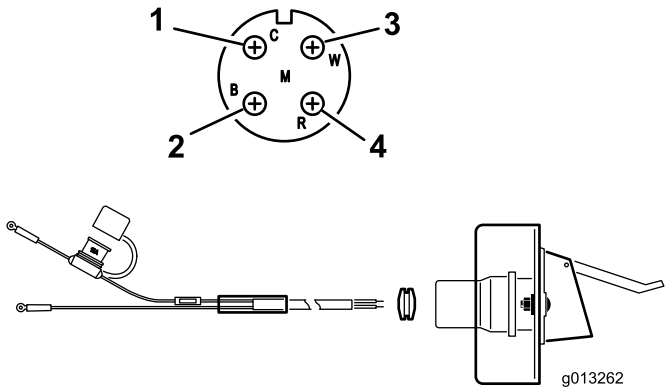

Figura 9
2. Enrute y sujete los cables eléctricos de la batería al soporte del enchufe eléctrico (Figura 9).
3. Pase los cables a través del soporte del enchufe, e instale el pasacables de goma negra en el cableado (Figura 9).